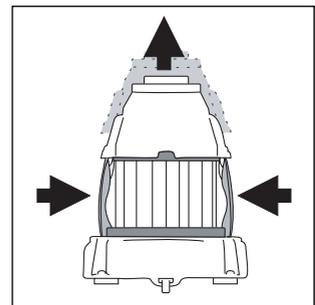

Fig. 17
- Die beiden Klappen leicht andrücken und das obere Teil anheben (Abb.17).